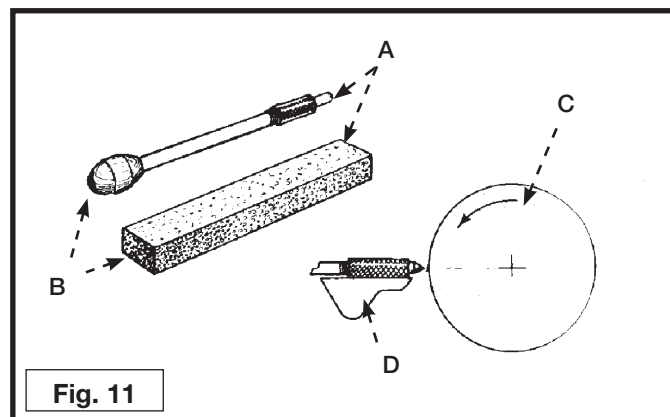

Fig. 11
Durante el acabado de una rueda rectificadora (B), procure utilizar un rectificador apropiado de carburo de silicio (A) tipo varilla (B), como el que se ilustra en la Fig. 11 Mueva el rectificador hacia adelante sobre el portaherramientas (D) hasta rozar el punto alto de la cara de la rueda (C) y acabe la rueda moviendo el rectificador de lado a lado. Repita dicho procedimiento hasta que la cara de la rueda quede limpia y las esquinas de la rueda estén parejas.